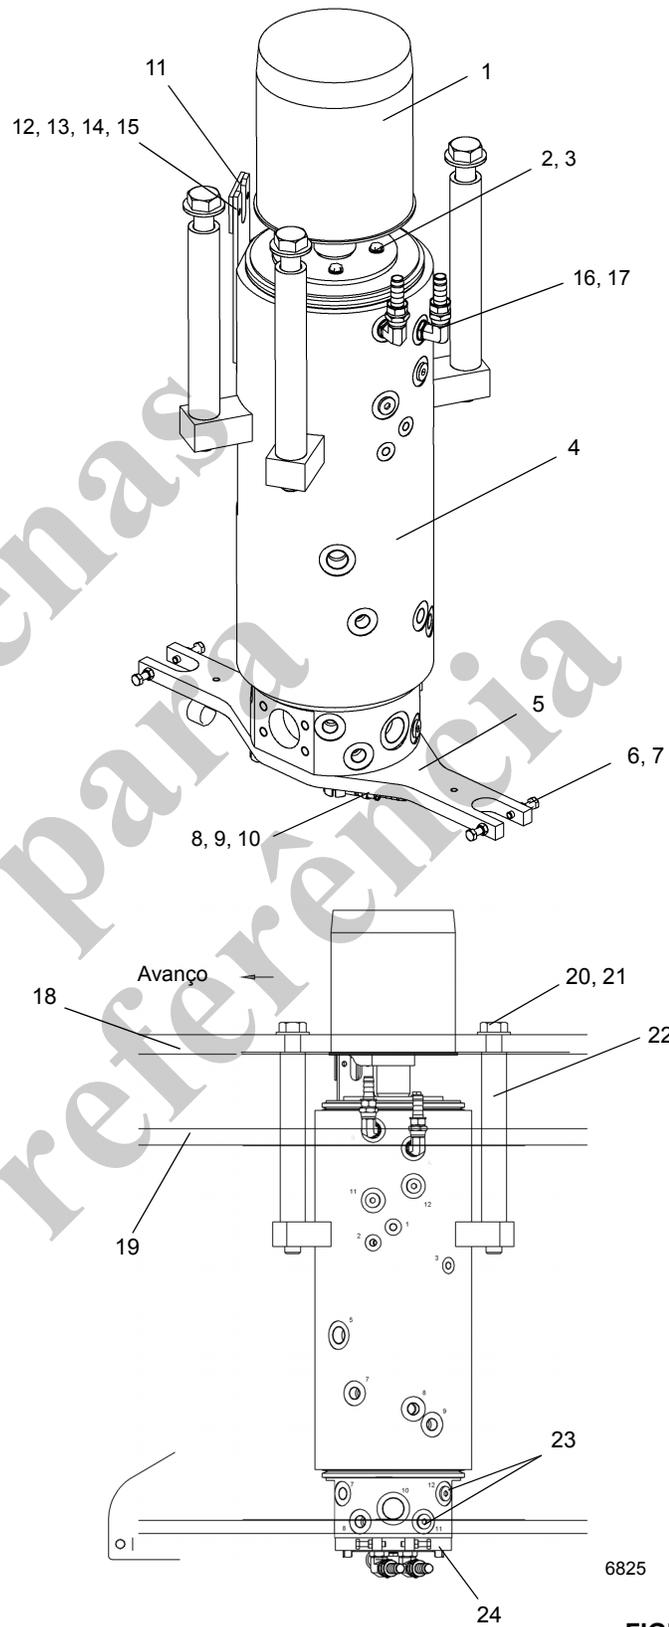

FIGURA 6-5
- Usando calços, ajuste a folga movendo os conjuntos de acionamento do giro em direção ao mancal, para que o pinhão se engate nos dentes da engrenagem de coroa (consulte a Figura 6-5).
O conjunto da rótula (Figura 6-5) consiste em uma rótula hidráulica de 14 entradas, uma rótula de água de 2 entradas e uma rótula elétrica com anel deslizante de 20 condutores. Conexões sólidas não podem ser usadas para transferir óleo, água quente do aquecedor e eletricidade entre o transportador e a superestrutura devido ao giro contínuo de 360 graus. O uso de rótulas executa eficientemente essas funções.